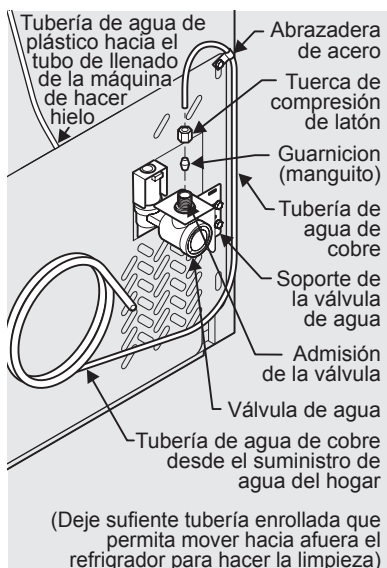

Figura 1
- 4 Si utiliza tubería de cobre: deslice la tuerca de compresión y a continuación, el manguito (virola) hasta la toma de agua. Empuje la toma de agua hasta la entrada de la válvula de agua hasta el máximo (¼ pulgada, 6,4 mm). Deslice el manguito (virola) en la válvula y apriete con los dedos la tuerca de compresión a la válvula. Apriete otra media vuelta con una llave; NO apriete excesivamente. Ver Figura 1.